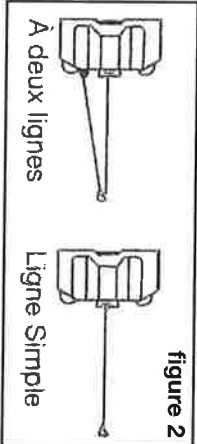

figure 2
2. NE DÉPASSEZ JAMAIS LA CAPACITÉ NOMINALE DU TREUIL. ÉVITEZ TOUTE SURCHARGE! NE TENTEZ PAS DE TRER UNE CHARGE LOURDE PENDANT UNE LONGUE PÉRIODE! Une surcharge pourrait endommager le treuil et le câble métallique, ce qui les rendrait ensuite dangereux. SI UNE CHARGE DÉPASSE 75% DE LA CAPACITÉ NOMINALE DE TRACTION, IL EST RECOMMANDÉ D'UTILISER UNE MOUFLE MÉTALLIQUE (figure 2). Une moufle permet de réduire la charge sur le treuil et la tension exercée sur le câble métallique.
3. USE A PULLEY BLOCK FOR HEAVY LOADS. To maximize Winch and wire rope life, use a pulley block (not included) to double line heavier loads. (See Figure 2) (See www.keeperwinches.com) Always use a pulley block that is rated twice the capacity of the winch.